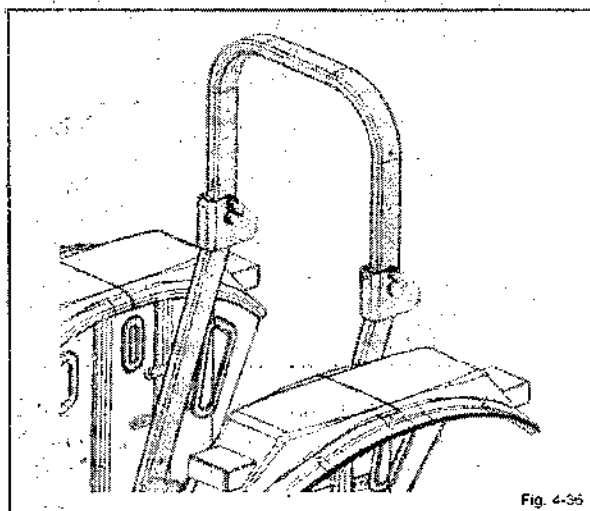
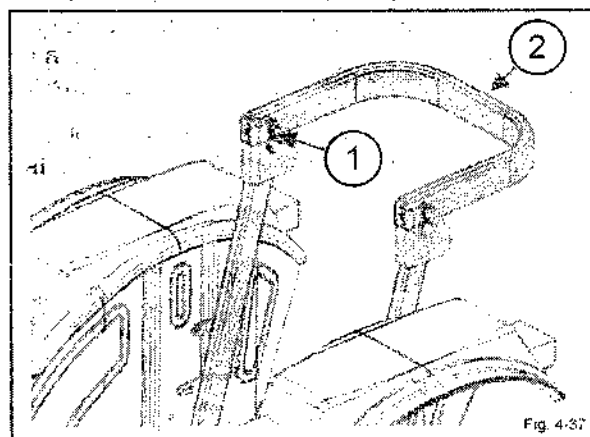

Fig. 4-36
Fig. 4-37
O trator é equipado com ROPS (Roll Over Protection Structure) (Fig. 4-36) montada atrás do assento do operador. A estrutura de proteção é composta por duas partes, a superior e a inferior, que são parafusadas.
O trator somente deve ser usado com a estrutura de proteção devidamente instalada (Fig. 4-36).
Se o trator tiver que passar por baixo de estruturas baixas ou ficar estacionado dentro de uma estrutura para fins de manutenção e for necessário dobrar a parte superior da estrutura de proteção, lembre-se que desta forma não há proteção necessária para o operador do trator e que ele está sujeito a lesões graves. Lembre-se também que após o uso em locais de teto baixo, é absolutamente obrigatório recolocar a estrutura de proteção de volta na posição correta (Fig. 4-36) antes de continuar com o trabalho.
Agir em conformidade com o procedimento abaixo quando for essencial recolher a estrutura de proteção por qualquer motivo: (Fig. 4-36 e Fig. 4-37):
- Antes de usar o trator novamente para qualquer finalidade, montar novamente a estrutura de proteção 1 (Fig. 4-36), realizando a operação descrita acima na ordem contrária.
Evitar que a estrutura venha a se soltar. A proteção oferecida pela estrutura de segurança será prejudicada se esta estiver sujeita a danos estruturais, como no caso de acidente com capotagem, ou se for alterada de qualquer maneira através de soldas, dobras, perfurações ou recortes. Estruturas de segurança danificadas devem ser substituídas. Sempre manter a parte superior da estrutura de segurança na posição vertical (conforme a Fig. 4-36 acima) ao operar o trator. Se o trator for operado com a estrutura de segurança recolhida (exemplo: para entrar em prédio com teto baixo) dirigir com extremo cuidado e NÃO usar o cinto de segurança.